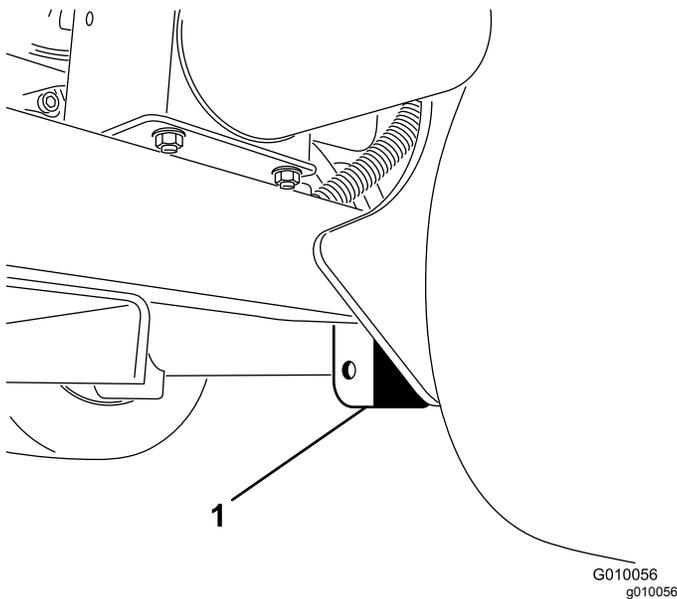

Figura 42
3. Coloque bem o apoio debaixo da chama do chassis, dentro da roda traseira (Figura 42).